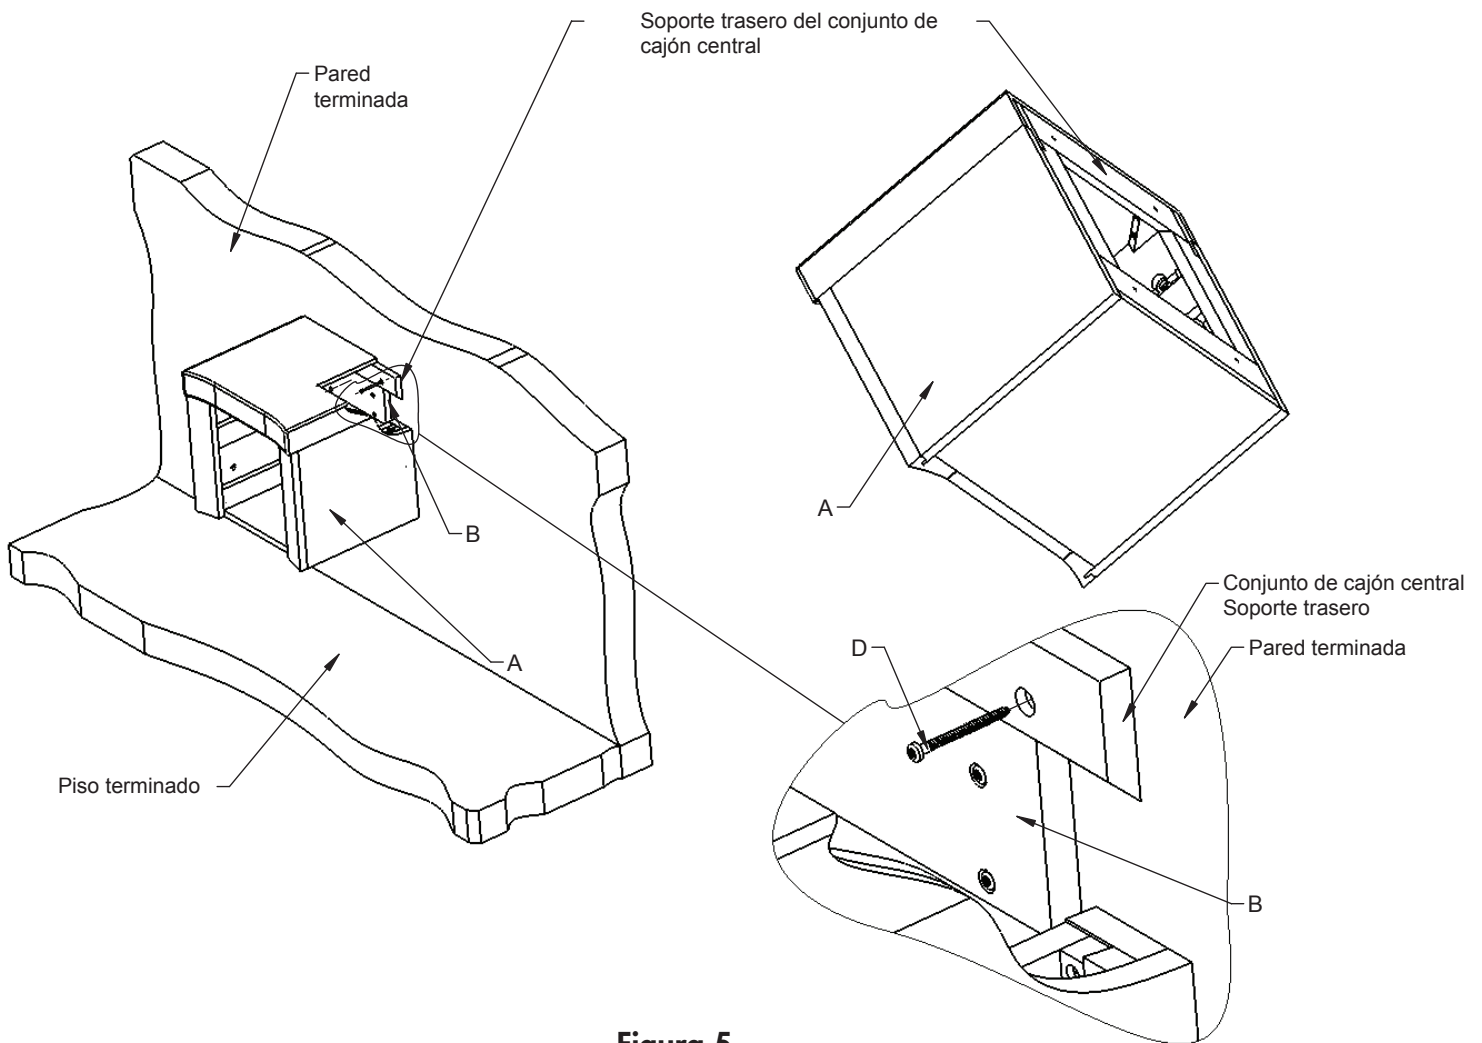

Figura 5
- o Coloque temporalmente el **conjunto de cajón central (A)** y las otras unidades deseadas en un lugar adecuado en la pared.
- o **NOTA:** Alinee el soporte trasero del conjunto del cajón central con el **soporte de madera para pared (B)** de manera que la unidad quede colgando sobre el piso y al ras contra la pared.
- o Marque los agujeros en la parte trasera del **conjunto de cajón central (A)** y de la otra unidad para colocar los **anclajes (C)**.
- o Retire el **conjunto de cajón central (A)** y las otras unidades de la pared y taladre los agujeros marcados en la pared. Luego inserte los **anclajes (C)**.
- o Coloque **el conjunto de cajón central (A)** y las otras unidades previamente fijadas nuevamente en la pared y alinee todos los agujeros. Luego fíjelos usando los **tornillos de pared (D)**.
- o Vea la **figura 5**.